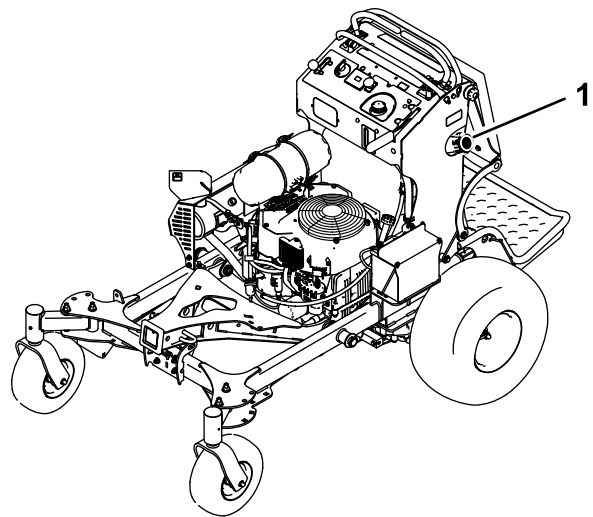

Figura 43
3. Limpie alrededor del tapón del depósito de combustible para evitar que entre suciedad en el depósito (Figura 43).
6. Usando la bomba tipo sifón, vacíe el combustible en un recipiente de combustible limpio (Figura 43).